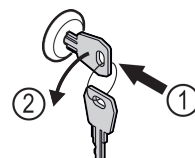

Fig. 162
- ▶ Вставьте ключ. Fig. 162 (1)
- ▶ Поверните ключ на 90° против часовой стрелки. Fig. 162 (2)